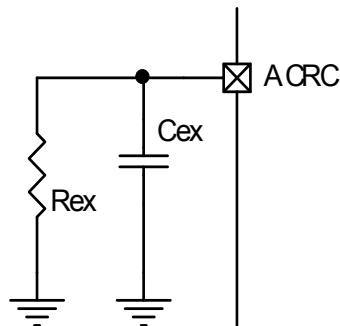

图 6 ACF 模式引脚 ACRC 的外接方式
*2: 连接方式见下图 6 所示
ACF 模式下启动时间^{*1}和释放时间^{*2}可通过在 ACRC 端外接不同的电阻(R_{ex})和电容(C_{ex})值灵活地设置, 连接方式见图 6 所示。